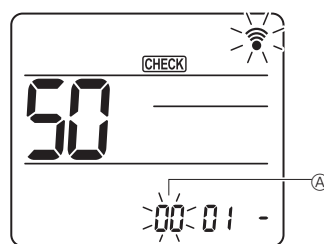

Fig. 6-17
- ② Configuración del número de unidad
Pulse el botón [1] para seleccionar el número de unidad ①. (Fig. 6-17)